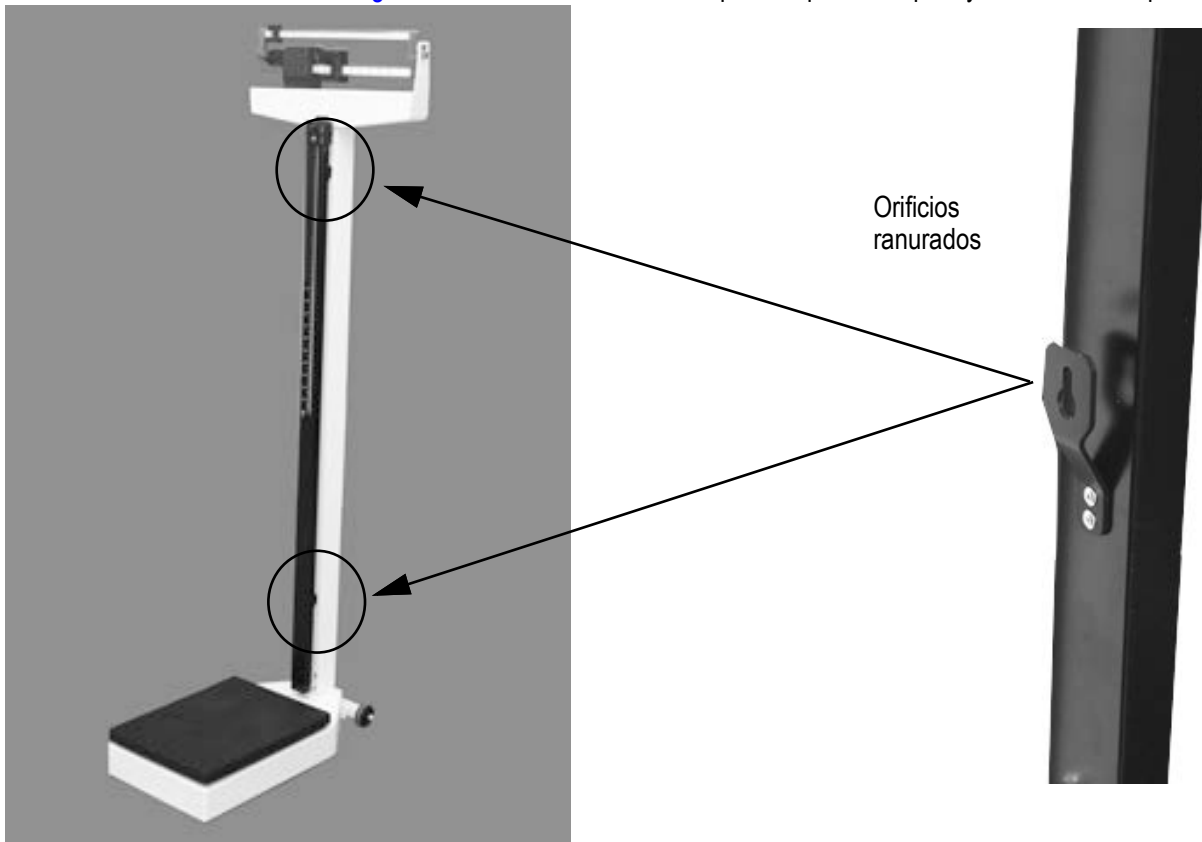

Figura 2-8. Fije la posición del tornillo ranurado en la ubicación del perno del pilar
1. Inserte los orificios ranurados de la parte trasera de la barra de altura en los dos pernos de la parte delantera del pilar como se muestra en la Figura 2-8. Uno está situado en la parte superior del pilar y el otro hacia la parte inferior.